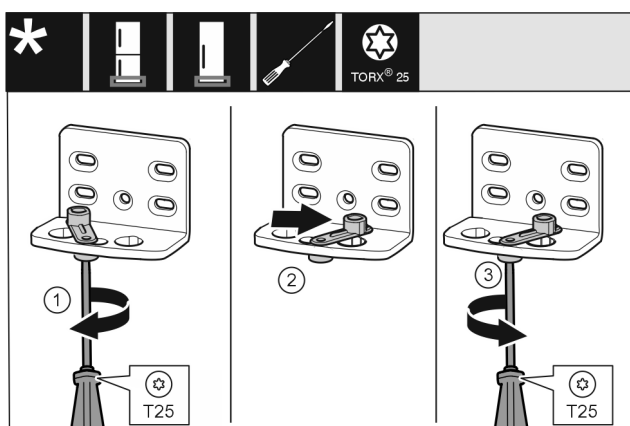

Fig. 12
- ▶ Vijake Fig. 12 (1) rahlo privijte z izvijačem.
- ▶ Privzdignite pripomoček za zapiranje vrat Fig. 12 (2) in ga v luknji zavrtite za 90° v desno.
- ▶ Zategnite vijak Fig. 12 (3) z izvijačem.